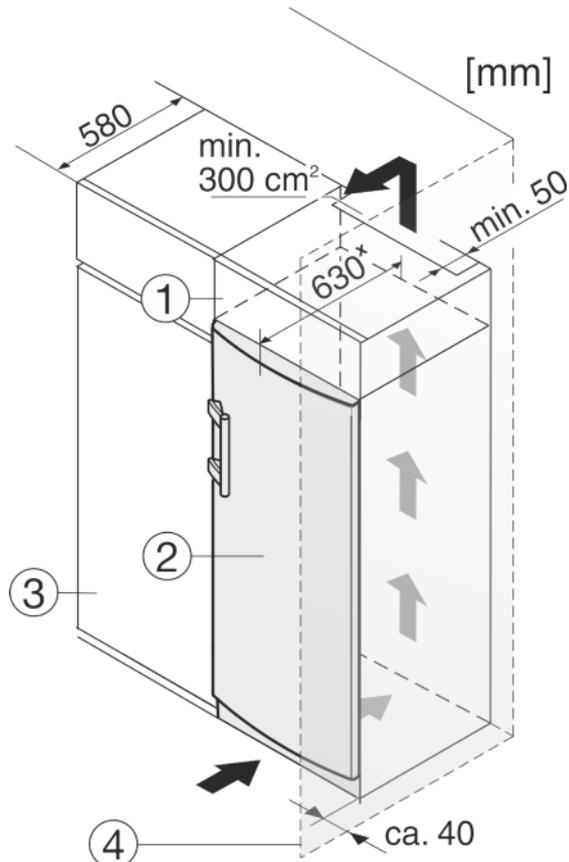

Fig. 10
L'appareil peut être réagencé avec des buffets de cuisine. Pour adapter l'appareil Fig. 10 (2) à la hauteur du coin cuisine, une rehausse Fig. 10 (1) peut être posée sur l'appareil.
Lors de la transformation avec des placards de cuisine (profondeur max. 580 mm), l'appareil peut être placé directement à côté du placard de cuisine Fig. 10 (3). L'appareil dépasse latéralement de 34 mm \* et de 50 mm \* au centre de l'appareil par rapport à la face avant du placard de cuisine.
Si l'appareil est installé avec les charnières à côté d'un mur *Fig. 10 (4)*, la distance entre l'appareil et le mur doit être de 40 mm min. Ceci correspond à la saillie de la poignée lorsque la porte est ouverte.